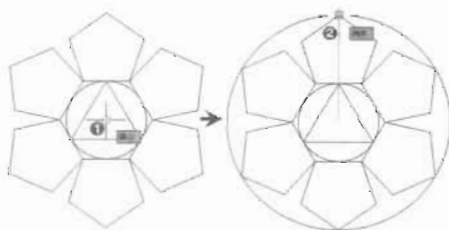

图 3-58
(7) 最后单击“绘图”工具栏中的“圆”按钮 , 捕捉圆心和正五边形的顶点绘制一个圆形, 这个图案就绘制完成了, 如图 3-58 所示, 命令执行过程如下。